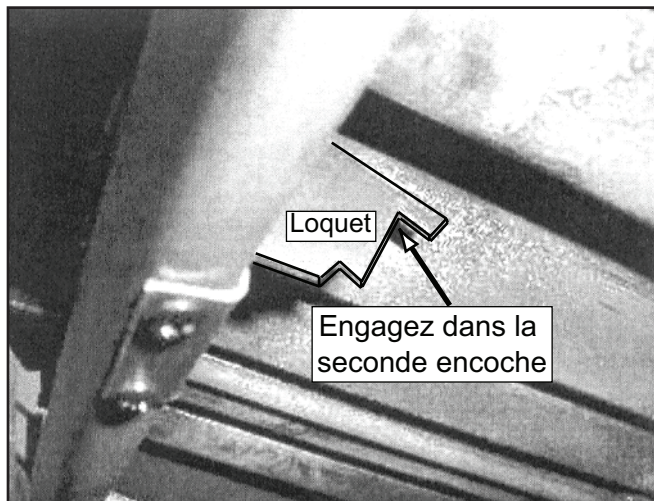

Figure 26.2
- d. Pour remettre en place la plaque supérieure, alignez les crochets de la plaque avec les rainures des supports de la plaque, poussez vers le haut et faites glisser vers l'arrière. **Figure 26.2.**